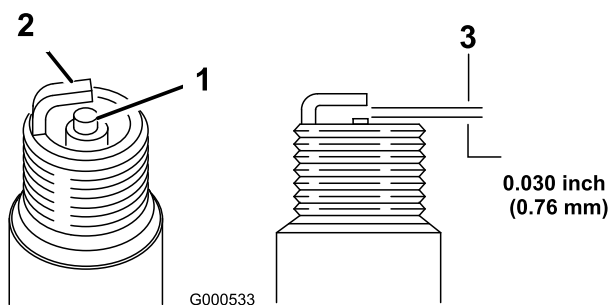

Figura 23
5. Fije la distancia entre los electrodos en 0,76 mm (Figura 23).